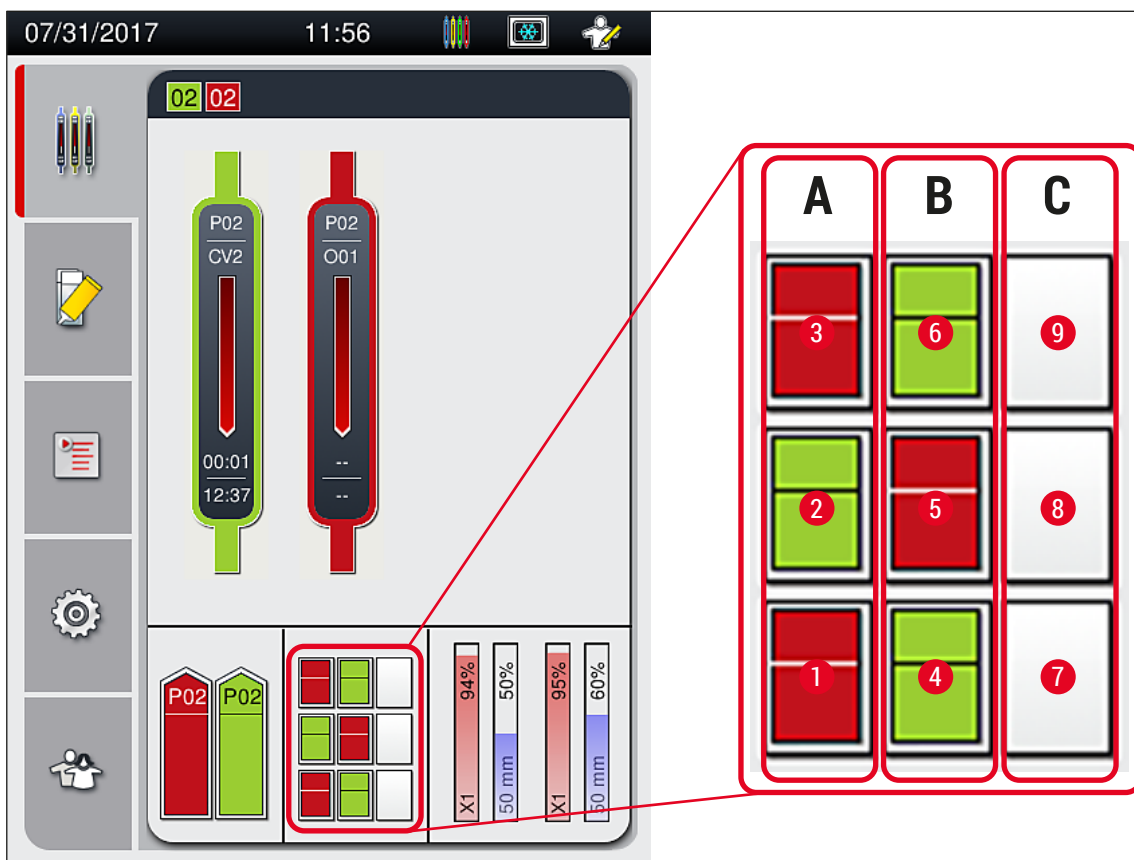

Fig. 75
- Sertarul de descărcare poate primi până la 9 state. Statele sunt plasate în sertarul de descărcare în succesiunea ilustrată, de la A1 la C9 (→ Fig. 75).